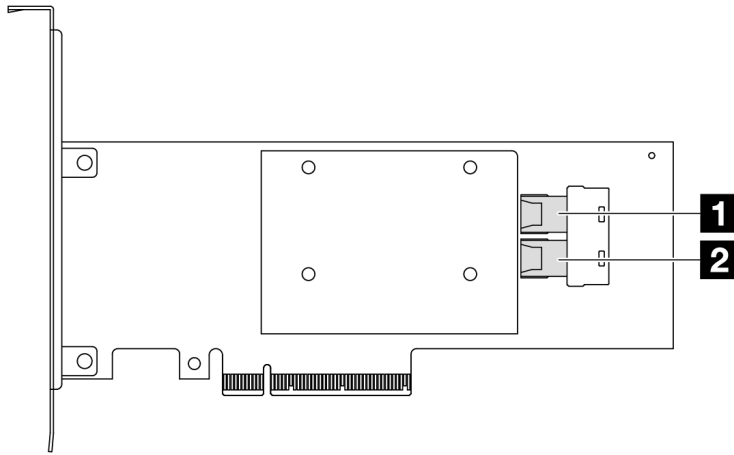

Figure 296. Un adaptateur SFF RAID/HBA Gen 3 8i (deux connecteurs de port)
- Figure 296 « Un adaptateur SFF HBA Gen 3 8i (deux connecteurs de port) » à la page 309